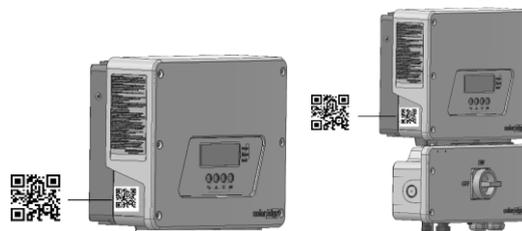

Figura 1: Posizione dell'etichetta sull'inverter con e senza interruttore di sicurezza
- a. L'adesivo di aggiornamento della scheda di comunicazione, fornito con questo kit, ora posizionato sull'inverter, vedere *Figura 1*